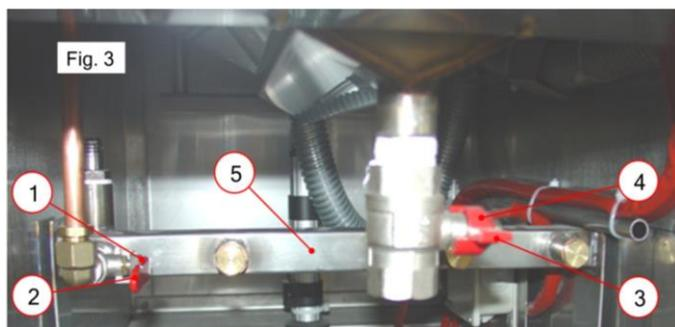

Fig10
- Ouvrir la vanne de vidange du bac de friteuse. (Fig10 Rep3)
- Une fois la vidange de la friteuse effectuée, fermer la vidange et ouvrir la vanne de remplissage. (Fig10 Rep2)